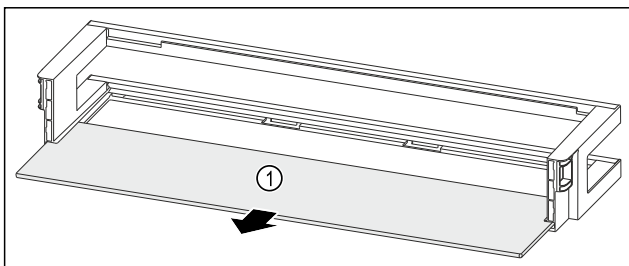

Fig. 95 Balconnet de contre-porte avec tablette de rangement
- Retirer la tablette de rangement Fig. 95 (1).